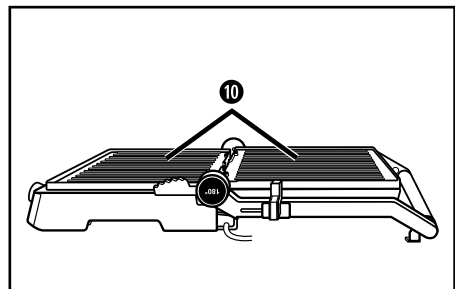

Bild 2
- 3) Grillplattorna 10 ligger nu bredvid varandra och produkten kan användas som bordsgrill (bild 2).